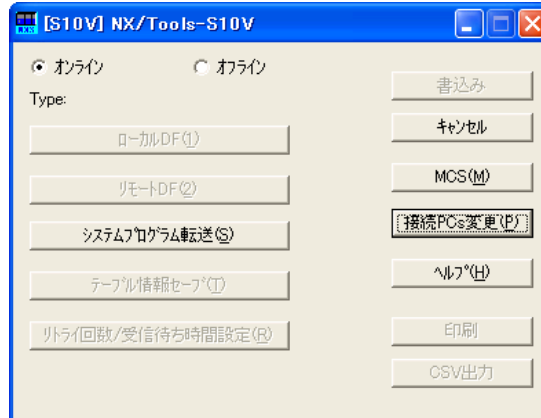
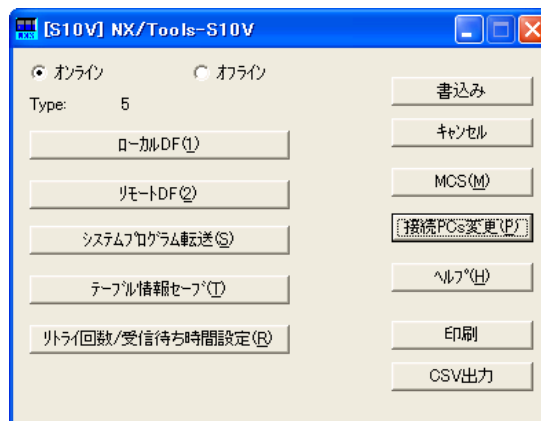

図 4-5 [NX/Tools-S10V] 画面 (システムプログラム未転送状態)
図 4-6 [NX/Tools-S10V] 画面 (システムプログラム転送済み状態)
- (4) 図 4-5 または図 4-6 に示す画面が表示された状態で、NX/Tools-S10Vシステムは立ち上がっています (オンライン状態)。この後は、目的のコマンドのボタンをクリックしてください。ただし、システムプログラムが未転送状態の場合 (図 4-5) は、システムプログラムを転送してください。システムプログラム転送については、「4.4 システムプログラム転送」を参照してください。